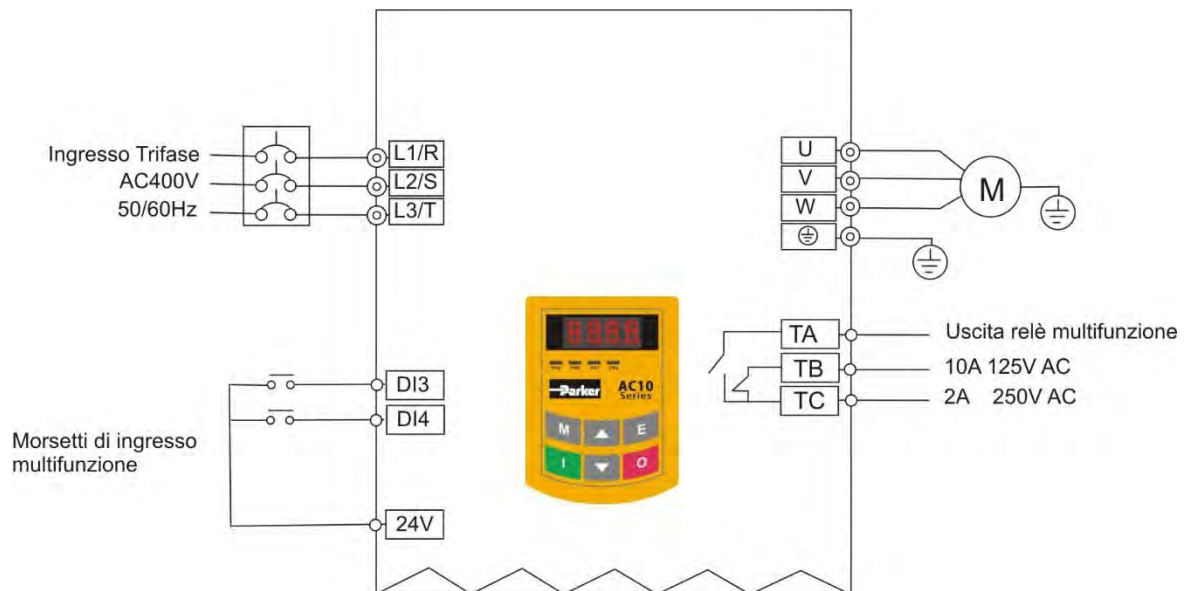

Figura 8-2 Diagramma di cablaggio 2
- i. Collegare i cavi come indicato nella Figura 8-2. Dopo avere controllato i cablaggi, attivare l'interruttore dell'aria e accendere l'inverter.